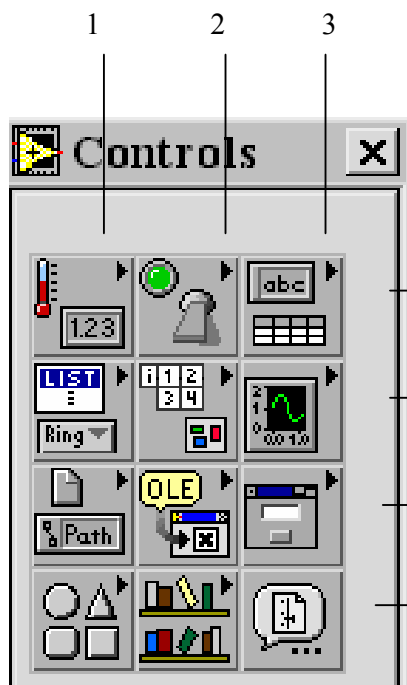

Fig. 8
- caseta cu funcții și IV – **Functions** – (fig.8) este prezentă pentru fereastra diagramei bloc activată.